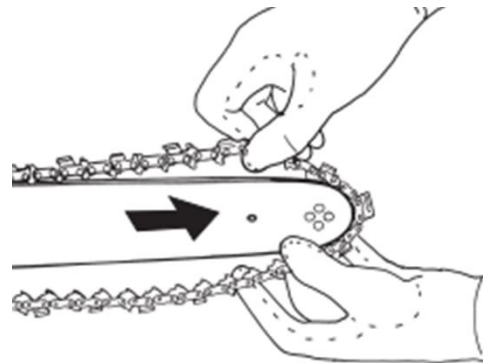

Abb. 8
- 7) Drücken Sie die Treibglieder der Kette in die Nut der Führungsschiene (Abb. 8). Ziehen Sie an der Führungsschiene, um die Kette zu spannen.